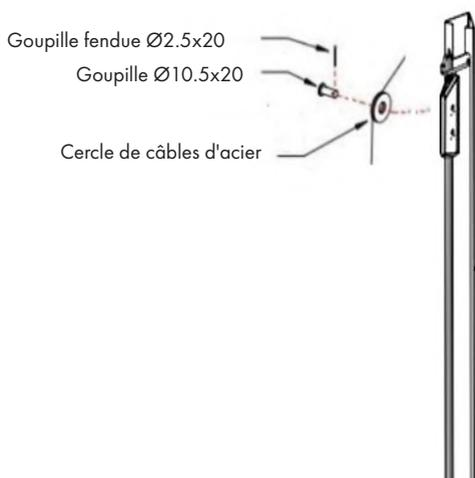

Figure 15
- Prenez le câble qui est enroulé autour de la roue du treuil et passez-le à travers la section supérieure de l'unité télescopique comme indiqué à la Fig.15.